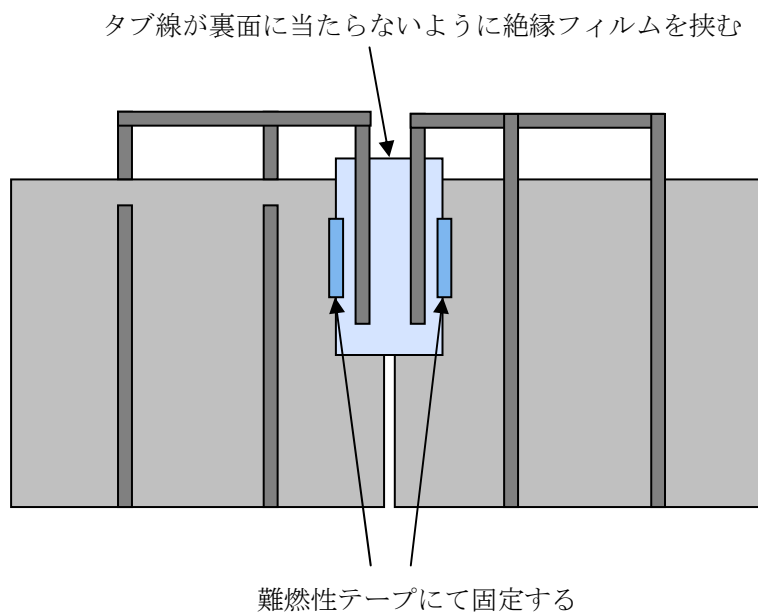

図17. 絶縁フィルムの挟み込み位置
- ・図17の様にタブ線の重なる部分に絶縁フィルムを挟み、難燃性テープで固定する。